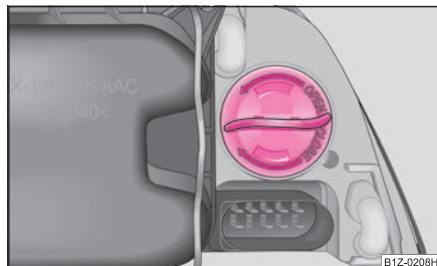

Fig. 234 Desmontaje de la bombilla para luz intermitente delantera
- Gire el portalámparas en el sentido de la flecha **OPEN (abrir)** y sáquelo junto con la bombilla para luz intermitente ⇒ fig. 234.